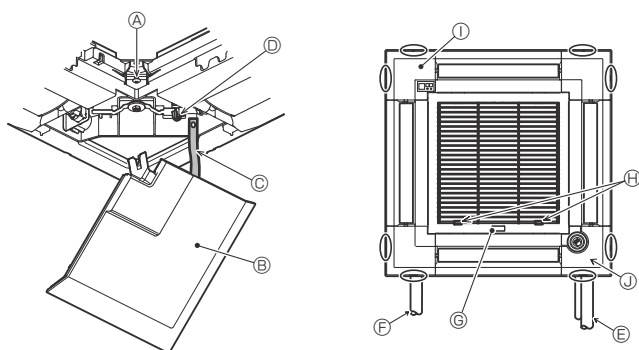

Fig. 6-13
6.6. Installation de la grille d'aspiration (Fig. 6-13)